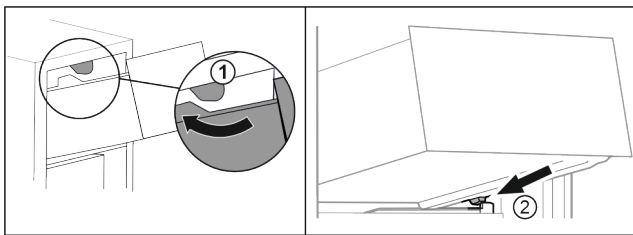

Fig. 18
- ▶ Обведите выдвижной ящик вокруг верхнего стопора. Fig. 18 (1)
- ▶ Наклоняя вниз, установите выдвижной ящик за нижние стопоры на контейнерное ребро. Fig. 18 (2)